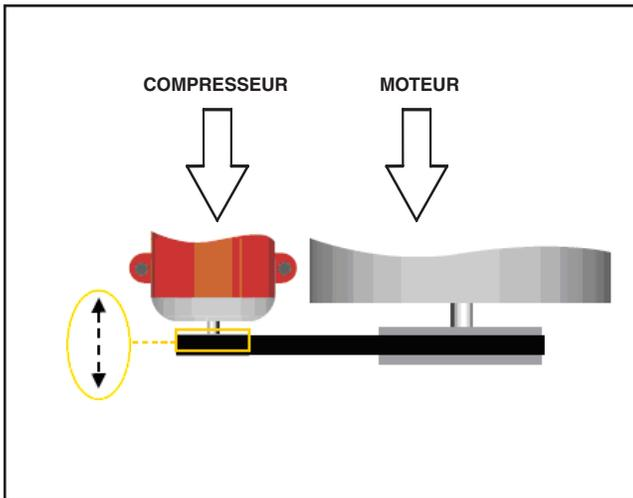

Figure B8 - Déplacement du compresseur
6. Déplacer légèrement le compresseur vers l'avant ou l'arrière du véhicule jusqu'à ce que le rayon frappe le centre de chaque échelle graduée. Voir Figure B8.
Si l'alignement a été fait correctement, les deux rayons devraient être projetés sur la ligne centrale de leur échelle graduée respective. Voir Figure B8.